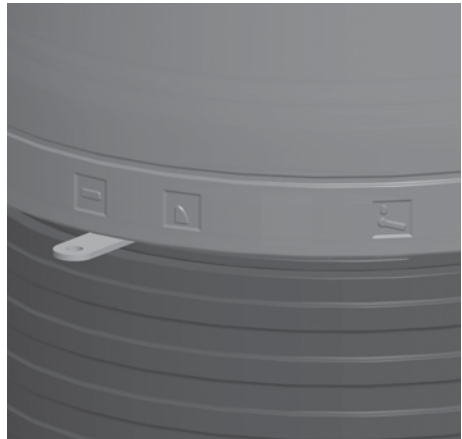

Abb. 4.13 Verbrennungsluftschieber ganz nach links geschoben - Verbrennungsluft komplett geschlossen
- Ziehen Sie den Verbrennungsluft-Schieber komplett nach links in die geschlossene Stellung (siehe Abb. 4.13) - das beruhigt die gesamte Brennraumdynamik,